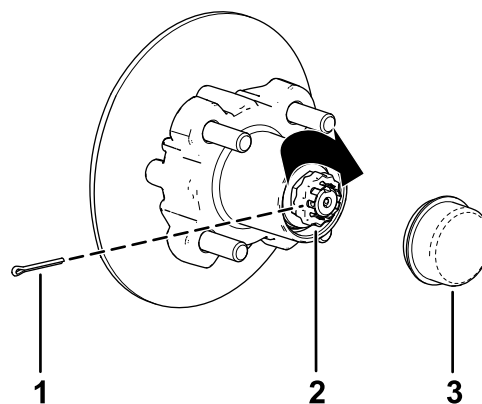

Figura 37
8. Montate il fermo sul dado e controllate l'allineamento della scanalatura sul fermo con il foro del mandrino per la coppiglia (Figura 37).
9. Montate la coppiglia e piegate ciascuna asticella attorno al fermo (Figura 37).
10. Montate il coperchietto antipolvere sul mozzo (Figura 37).